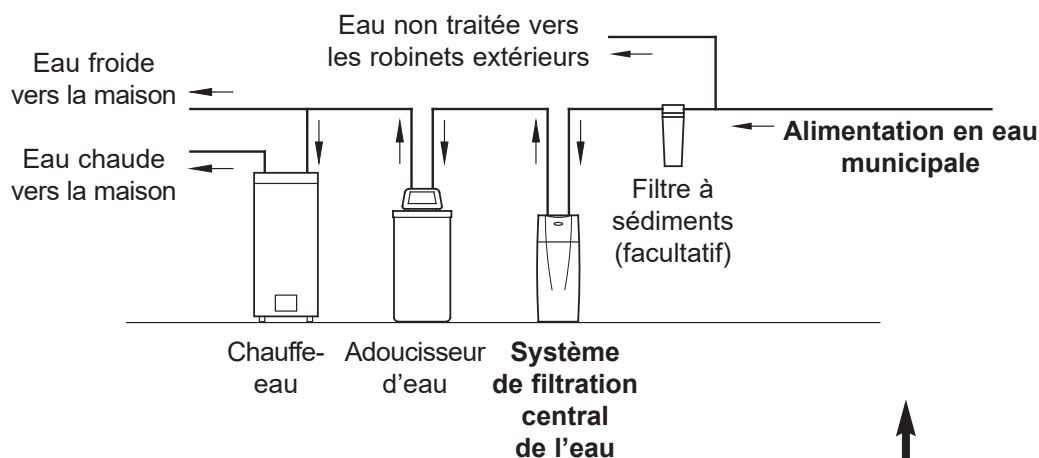
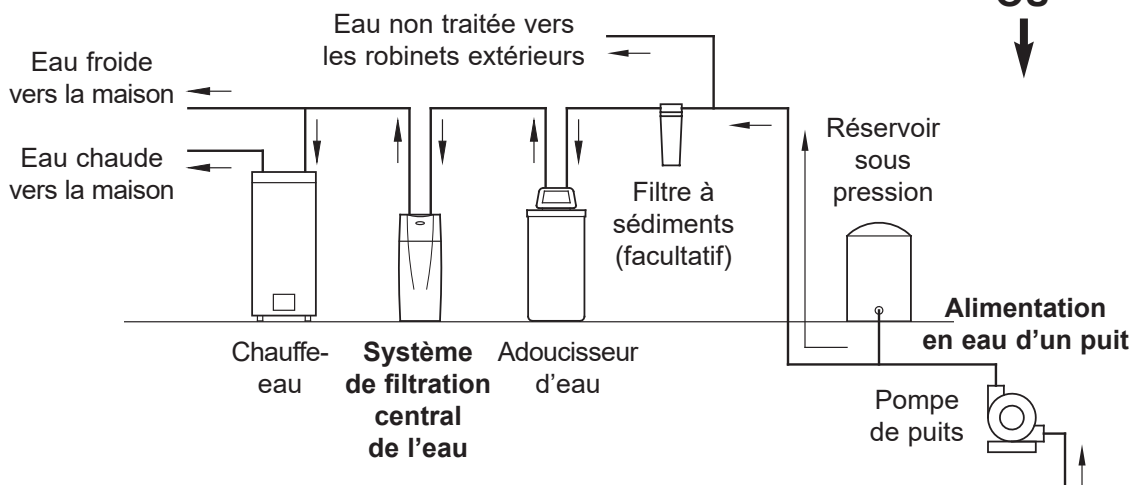

FIG. 3A
FIG. 3B
- Pour une maison avec l'alimentation en eau municipale, installez le système de filtration central de l'eau entre l'alimentation d'eau du domicile et l'adoucisseur d'eau, si un tel appareil est utilisé (voir la figure 3A). Si la maison a l'alimentation en eau d'un puits, inverser l'ordre du système de filtration central de l'eau et l'adoucisseur d'eau (voir la figure 3B).
- Ne pas effectuer le raccordement du système de filtration central de l'eau sur la conduite d'eau chaude (voir les figures 3A et 3B ci-dessous).